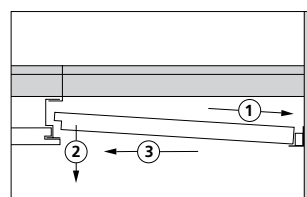

Fig. D2
Ved væg ilægges kantfjeder som vist på fig. D2. Rockfon pladen trykkes ind mod fjederen, ① sænkes ned på trinskinne og slippes, ② hvorved den ③ glider frem og danner en tæt samling. Hvor der er plads, kan fjeder monteres fra næstsidste række plader, der så ilægges sidst.